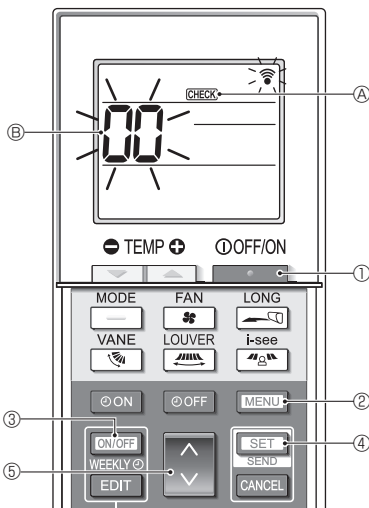

Fig. 7-6
■ Auto-vérification (Fig. 7-6)
- Appuyez sur le bouton **ON/OFF** ① pour arrêter le climatiseur.
- Si la minuterie hebdomadaire est activée (**WEEKLY** est affiché), appuyez sur le bouton **ON/OFF WEEKLY** ③ pour la désactiver (**WEEKLY** disparaît).
- Appuyez sur le bouton **MENU** ② pendant 5 secondes.
- CHECK** ④ s'allume et l'appareil entre en mode auto-vérification.
- Appuyez sur le bouton **—** ⑤ pour sélectionner l'adresse de réfrigérant (adresse M-NET) ⑥ de l'appareil intérieur pour lequel vous voulez effectuer l'auto-vérification.
- Appuyez sur le bouton **SET** ④.
- Appuyez sur le bouton **ON/OFF** ①.
- CHECK** ④ et l'adresse de réfrigérant (adresse M-NET) ⑥ s'éteignent et l'auto-vérification est terminée.